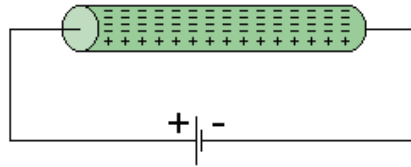

Figura 3.11. Semiconductor tipo N
*Al aplicar una tensión al semiconductor de la figura 3.11, los electrones libres dentro del semiconductor se mueven hacia la izquierda y los huecos lo hacen hacia la derecha debido a la*